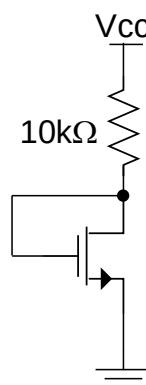

Figura 2. Circuito 2, circuito de teste para medida de V_{th} .
- 5.1. Monte o circuito da Figura 2.